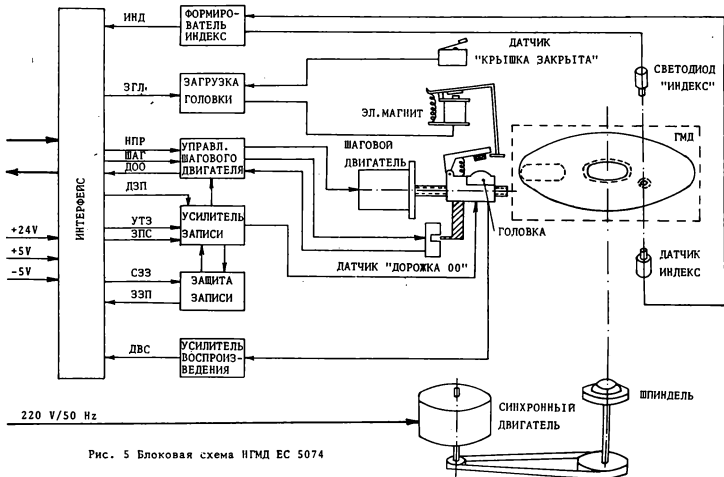

Рис. 5 Блоковая схема НГМД ЕС 5074
4.5. Блок "Интерфейс" /см. рис. 5/
Основные функциональные узлы ИГМД ЕС 5074 и их взаимные связи показаны на рис. 5.